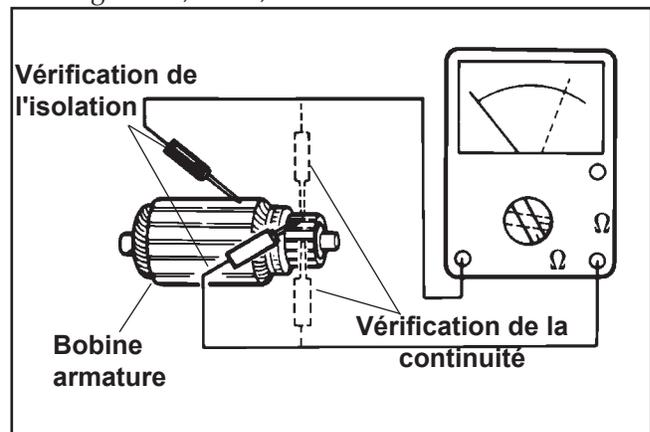

Figure 8-58. Vérification de l'armature.
- Utiliser un testeur réglé sur l'échelle Rx1. Placer les sondes entre deux différents segments du commutateur et vérifier la continuité. Voir la Figure 8-58. Vérifier tous les segments. La continuité doit être relevée entre tous les segments ; sinon, l'armature est défectueuse.
- Contrôler la continuité entre les segments de l'enroulement de l'armature et les segments du commutateur. Voir la Figure 8-58. Il ne faudrait pas y avoir de la continuité. Si une continuité est relevée entre les deux, l'armature n'est pas en bon état.